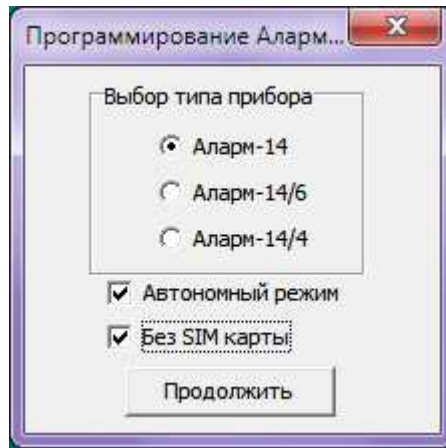

Рисунок 20
5.1 Для работы в автономном режиме «Без SIM карты», при запуске программы Alarm14prog.exe в окне выбора исполнения прибора дополнительно отметьте «Автономный режим» «Без SIM карты» и нажмите «Продолжить» (рисунок 20).